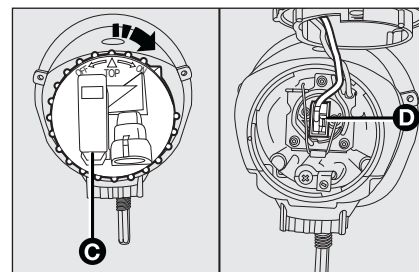

fig. 30
- ☐ afloje la tapa **C-fig. 30** y desenchufe el conector **D**;